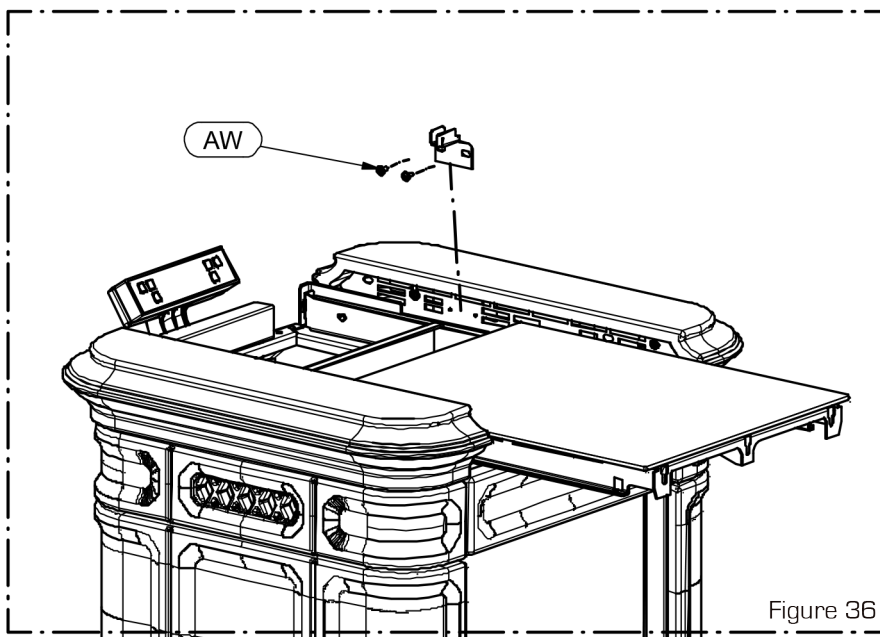

Figure 36
- Ouvrir le réservoir à pellets et fixer les 2 équerres avec les vis AW (Figures 36, 37 et 38)